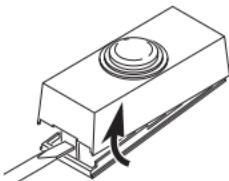
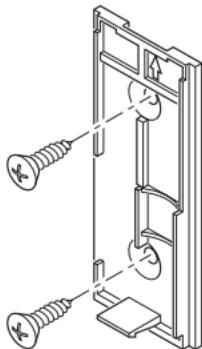

Figura 1
Figura 4
- **Montaje con tornillos:** Para montar con tornillos, quite la parte de atrás de la caja empujando hacia adentro la lengüeta de abajo con un destornillador pequeño y girando la cuchilla (vea la Figura 1). *Nota:* Quite la suciedad de los orificios para tornillos (si es necesario) antes de poner los tornillos. Coloque la parte de atrás de la caja contra la jamba o la pared (vea la Figura 4). Encaje a presión la parte frontal del pulsador.